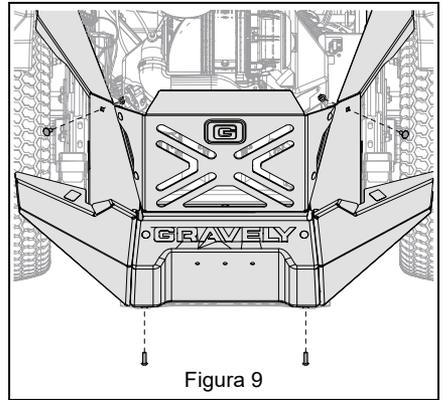

Figura 9
- Instale dos pernos de cabeza redonda y cuello cuadrado, dos tuercas empotrables y dos tornillos. Consulte Figura 9.